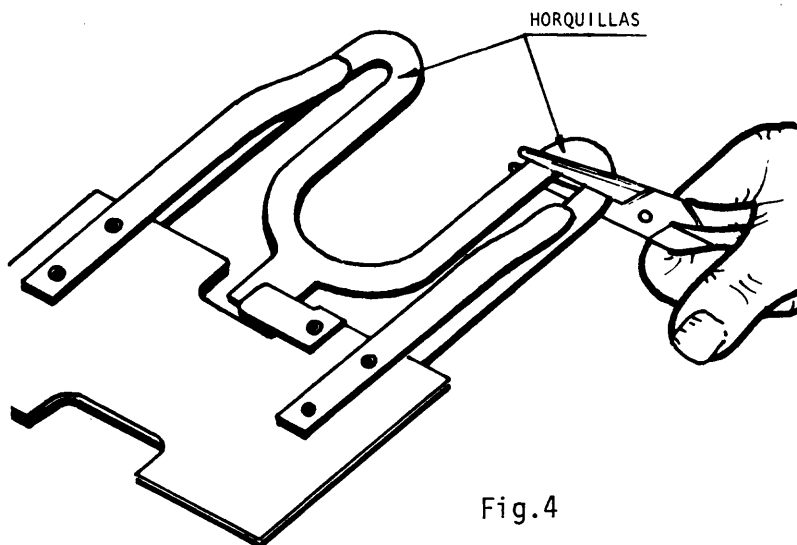

Fig.4
- 2) En el caso que los platinos hallan quedado abiertos, regule las horquillas (fig.4), sin variar la distancia de 2 mm entre los platinos.